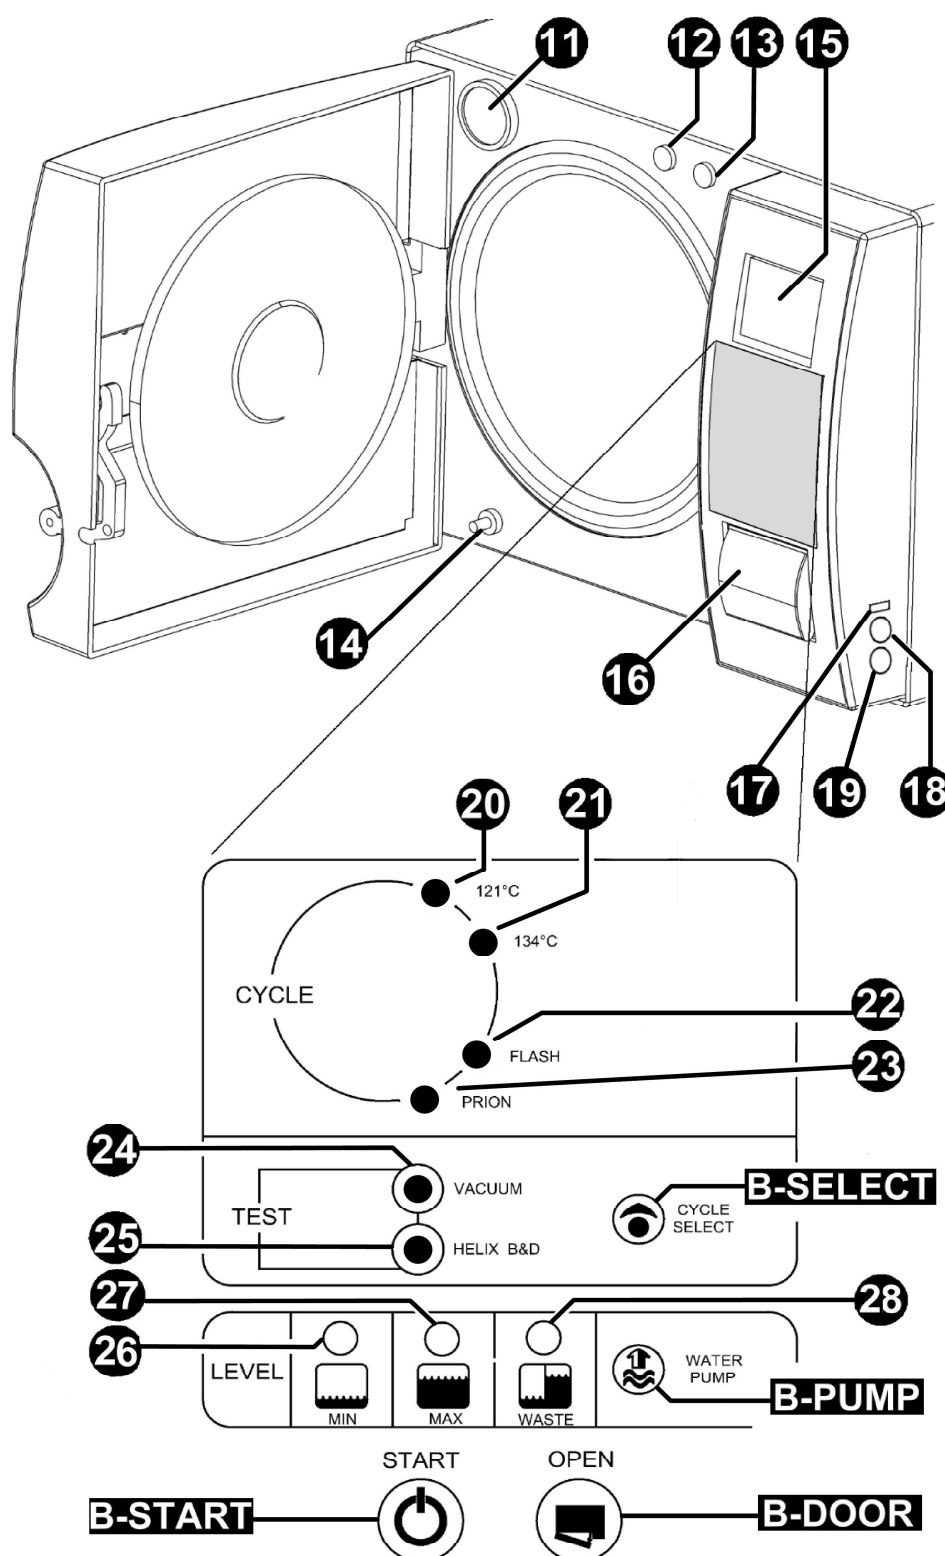

FIG.2
- Le connecteur de l'incubateur (FIG.2-pos.18), doit être employé uniquement pour la connexion du B-TEST